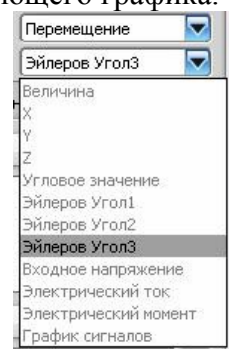

рис.70
- После этого в остальных полях окна (рис.70) всё установится уже автоматически: относительное *Перемещение* вокруг оси Z (*Эйлеров угол 3*). Ведь ещё на этапе описания сенсора мы указали, что будем измерять угол вокруг оси Z. Поэтому остальные параметры построения графиков для нашего сенсора в диалоговом окне оказываются пассивными (рис.70).